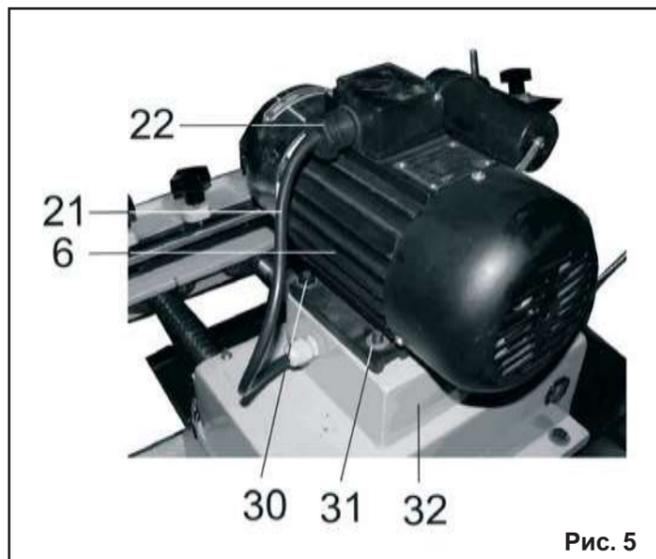

Рис. 5
8.2.4. Как показано на Рис. 5, установите и закрепите крышку клеммной коробки, и электрический провод (21) закрепите на штуцере (24) гайкой (22).